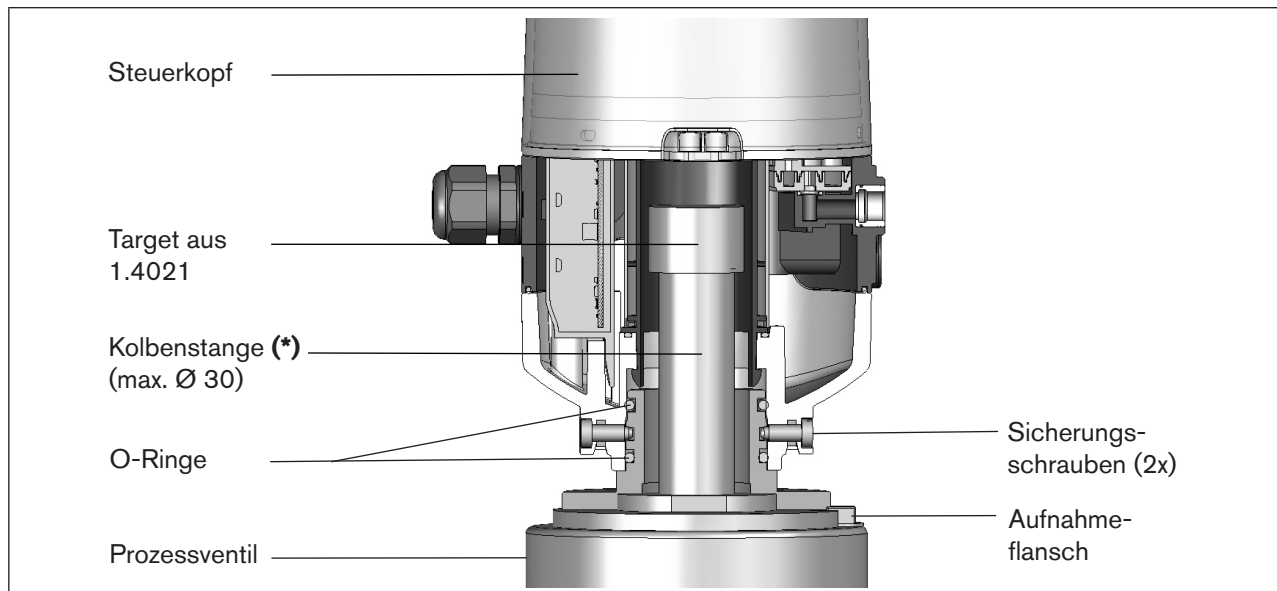

Bild 10: Prinzipdarstellung der Adaption Steuerkopf - Prozessventil
- Steuerkopf mit den zwei Sicherungsschrauben (Ansatzschrauben M5) in der mittleren Nut des Aufnahmeflansches gegen das Abziehen vom Aufnahmeflansch sichern - Anzugsdrehmoment: max. 3,2 Nm (siehe „Bild 10: Prinzipdarstellung der Adaption Steuerkopf - Prozessventil“ und „7.2.3. Neuausrichten des Steuerkopfes“).